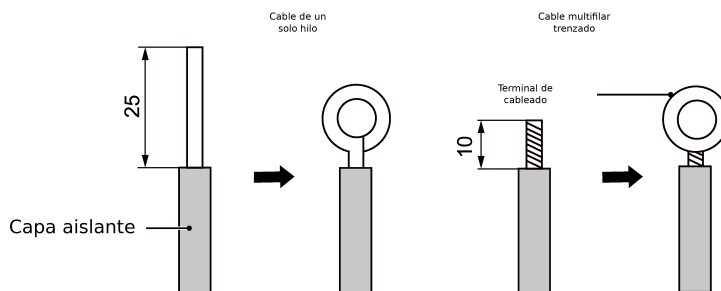

Fig. 5.1
Conexión del cable y el terminal del tablero de conexiones (1) Conexión del cable (como se muestra en la Fig. 5.1) 1) Pele unos 25 mm de aislamiento del extremo del cable con una herramienta de pelado y corte. 2) Retire los tornillos de cableado del tablero de terminales. 3) Dé forma de anillo a la punta del cable con un alicate de punta fina, y mantenga el calibre del anillo